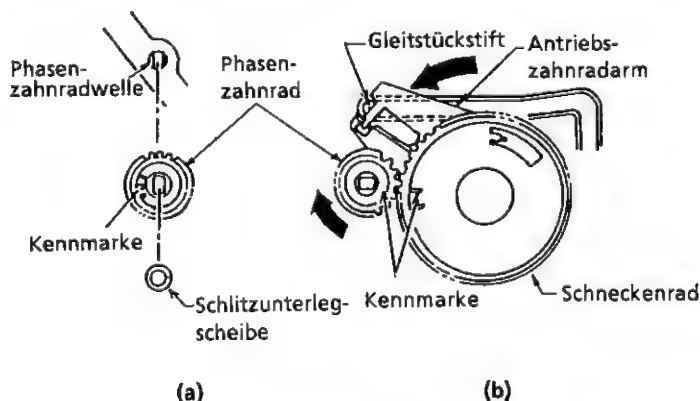

Abbildung 1-9.
1. Das Phasenzahnrad solange im Uhrzeigersinn drehen, bis das Gleitstück in der Cassetten - Einführungsrichtung zum Stillstand kommt (siehe Abbildung 1-9).